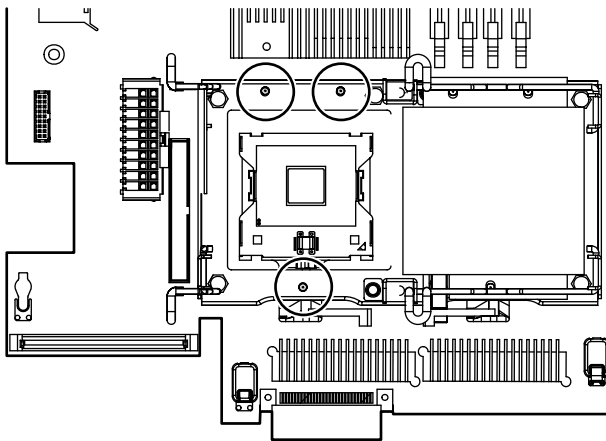

図 73. プロセッサのピンとソケットの穴の位置合わせ
2. ヒートシンクの穴と、プロセッサ ケージの位置決め用の孔を合わせます (図 73)。